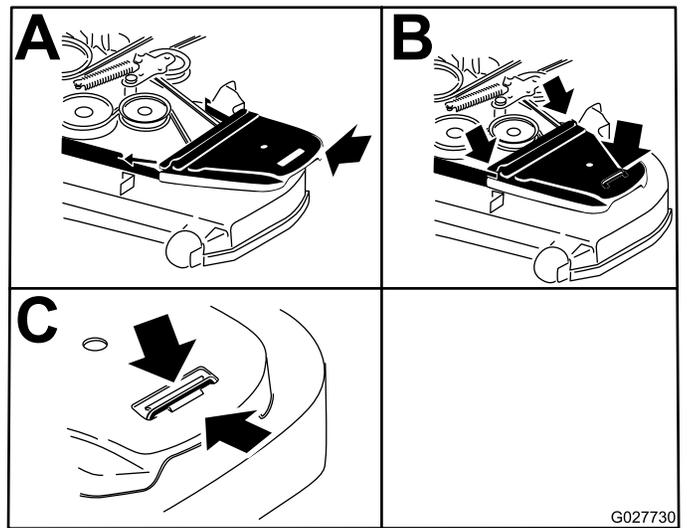

Figura 93
12. Instale las cubiertas de la correa (Figura 93).